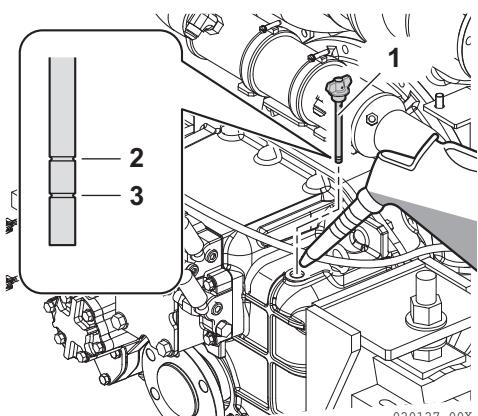

Figura 7
2. Togliere il tappo del bocchettone di riempimento (**Figura 7, (1)**) in cima all'alloggiamento.
3. Rimuovere l'asta di livello dell'olio (**Figura 7, (1)**) e pulirla con un panno pulito.
5. Estrarre l'astina di controllo. Il livello dell'olio deve essere compreso tra la tacca superiore (**Figura 7, (2)**) e la tacca inferiore (**Figura 7, (3)**) dell'asta di livello.
3. Riempire di olio fino al limite superiore (**Figura 7, (2)**) dell'asta di livello. Vedere Specifiche dell'olio per l'invertitore a pagina 74.